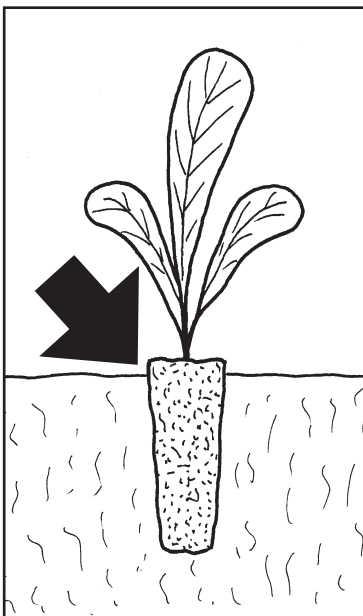

Fig. 1
- Dopo alcuni metri, fermarsi e verificare che la distanza tra le piante e la profondità delle stesse siano quelli desiderati. Nel caso di pianta poco profonda (**Fig. 1**) o troppo profonda (**Fig. 2**), agire sulla manopola (**A**) girandola in senso ORARIO per aumentare la profondità; mentre ruotarla nell'altro senso per diminuire la profondità.
- After a few meters, stop and make sure that the distance among the plants and their depth correspond to the needs. In case the plant is not deep enough (**Fig. 1**) or too deep (**Fig. 2**), adjust the depth by means of the knob (**A**) turning it clockwise to increase the depth; or turning it counter clockwise to decrease the depth.